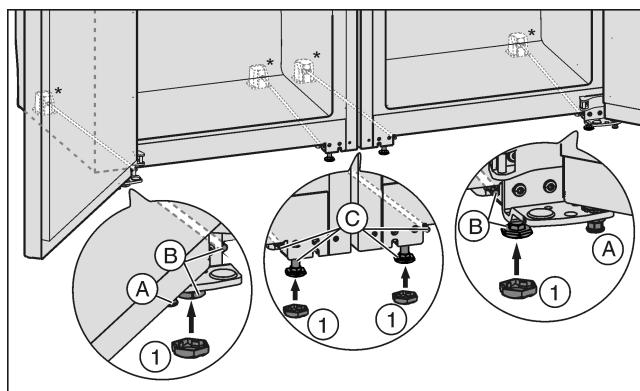

Fig. 21
- S'il y a lieu, visser complètement les pieds de réglage Fig. 21 (A) devant aux deux appareils, de sorte qu'il n'y a pas de contact avec le sol.
- Placer les caches Fig. 21 (1) sur les quatre pieds de réglage avants.
- Visser les pieds de réglage du milieu Fig. 21 (C) de sorte qu'il n'y ait aucun contact avec le sol.
- Aligner la combinaison au moyen des pieds de réglage extérieurs Fig. 21 (B).
- ▶ Abaisser de nouveau les pieds de réglage du milieu Fig. 21 (C) jusqu'à ce qu'elles touchent le sol.
- ▶ Ensuite, étançonner la porte : Abaisser les pieds de réglage Fig. 21 (A) au support d'appui jusqu'à ce qu'ils soient en contact avec le sol; ensuite les tourner de 90°.